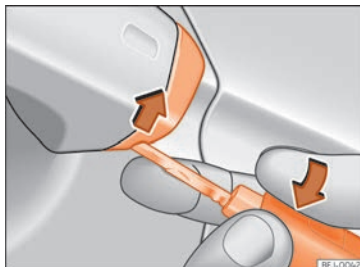

Fig. 87 Poignée de la porte du conducteur : détachez le cache en faisant levier.
- Introduisez le panneton dans l'ouverture inférieure du cache de la poignée de la porte du conducteur » fig. 87 et soulevez le cache.